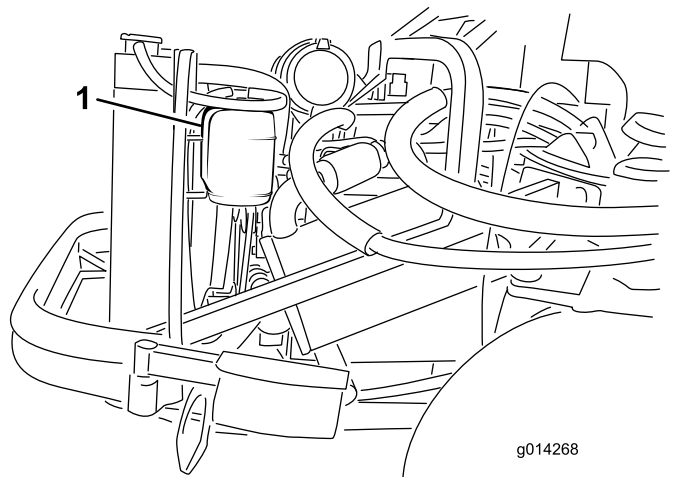

图43
1. 检查膨胀水箱的冷却液液位图43。冷却液液位应当介于膨胀水箱侧面的两个标记之间。